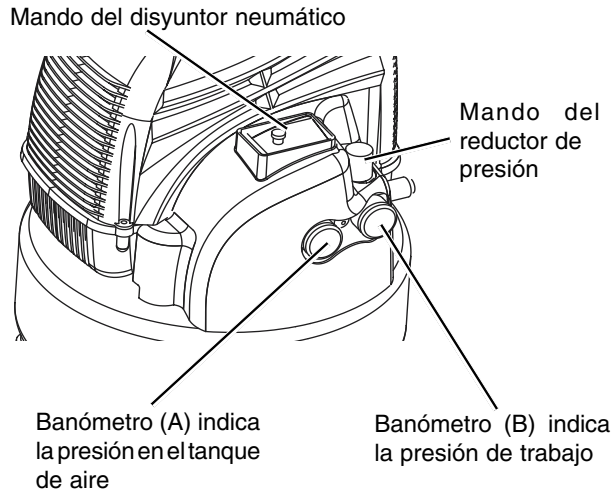

Fig.3
Desenganche el mando del reductor de presión tirando de él hacia arriba, y ajuste la presión hasta el nivel requerido girándolo hacia la derecha para aumentar y hacia la izquierda para reducirla. Existe un manómetro (B) para saber cuando se ha alcanzado la presión requerida. Cierre el mando empujándolo firmemente hacia abajo (consulte la Fig.3). Cuando ajuste la presión, verifique que el manómetro del tanque marque un nivel de presión superior a la presión que se va a ajustar. Asimismo, es imperativo realizar el ajuste aumentando lentamente la presión desde un nivel inferior a la presión que se va a ajustar.